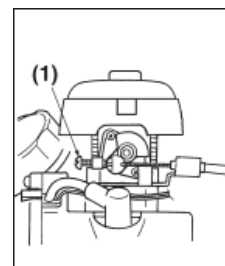

FIG. 6
1. Lorsque le moteur a tendance à s'arrêter fréquemment au ralenti, tournez la vis de réglage du ralenti dans le sens horaire. (Fig. 6) (1) Vis de réglage du ralenti